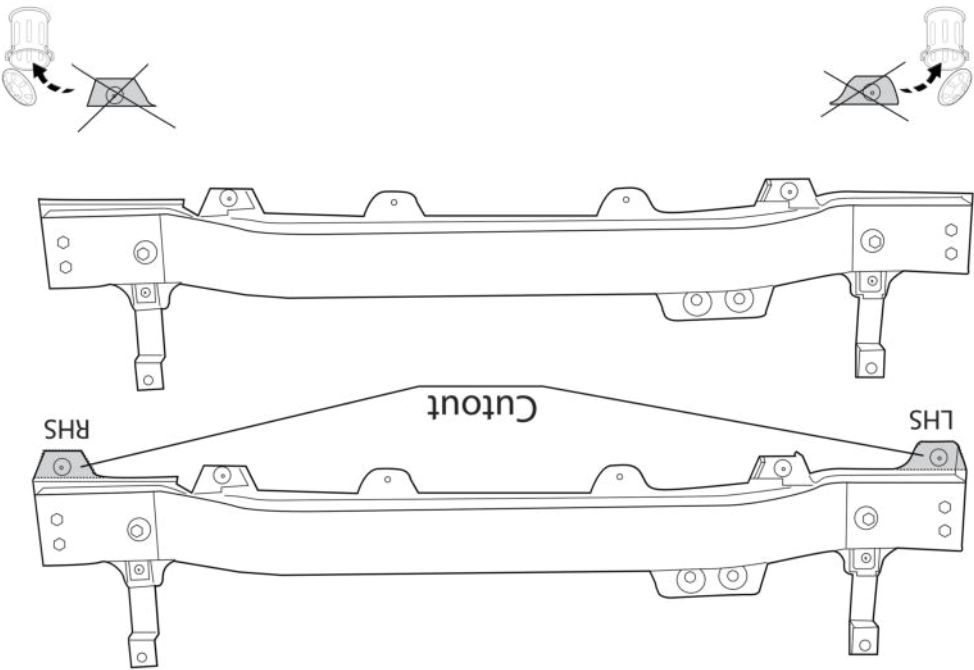

Fig. 4
7. Gem   Abb. 4,5,6,7,8 & 9 die angegebene Teil abschneiden.